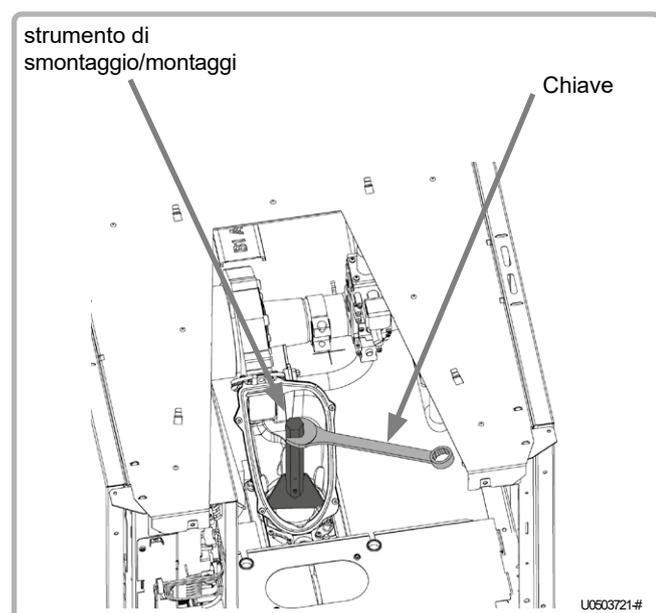

Figura 55 - Sblocco della rampa
- Posizionare il morsetto (il testo inciso "UP" deve essere visibile e l'aletta interna deve trovarsi sull'asse posteriore della caldaia - vedere Figura 55).
- Premere verso il basso e ruotare l'impugnatura in direzione della freccia. in senso orario per bloccare la rampa (vedere Figura 55).